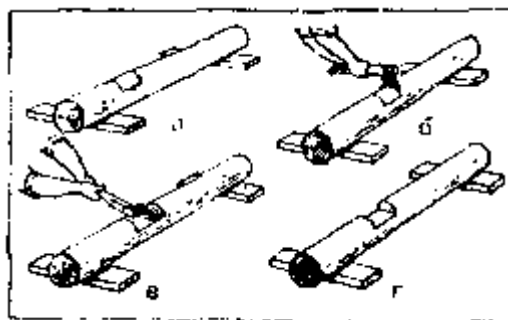

Рис. 34. Врубка в полдерева:
**Врубка в полдерева.** При сопряжении бревен или брусков под углом необходима врубка в полдерева (рис. 34). Закрепив бревно, метками обозначают места для врубки, по которым наносят вертикальные удары с последующим складыванием древесины.